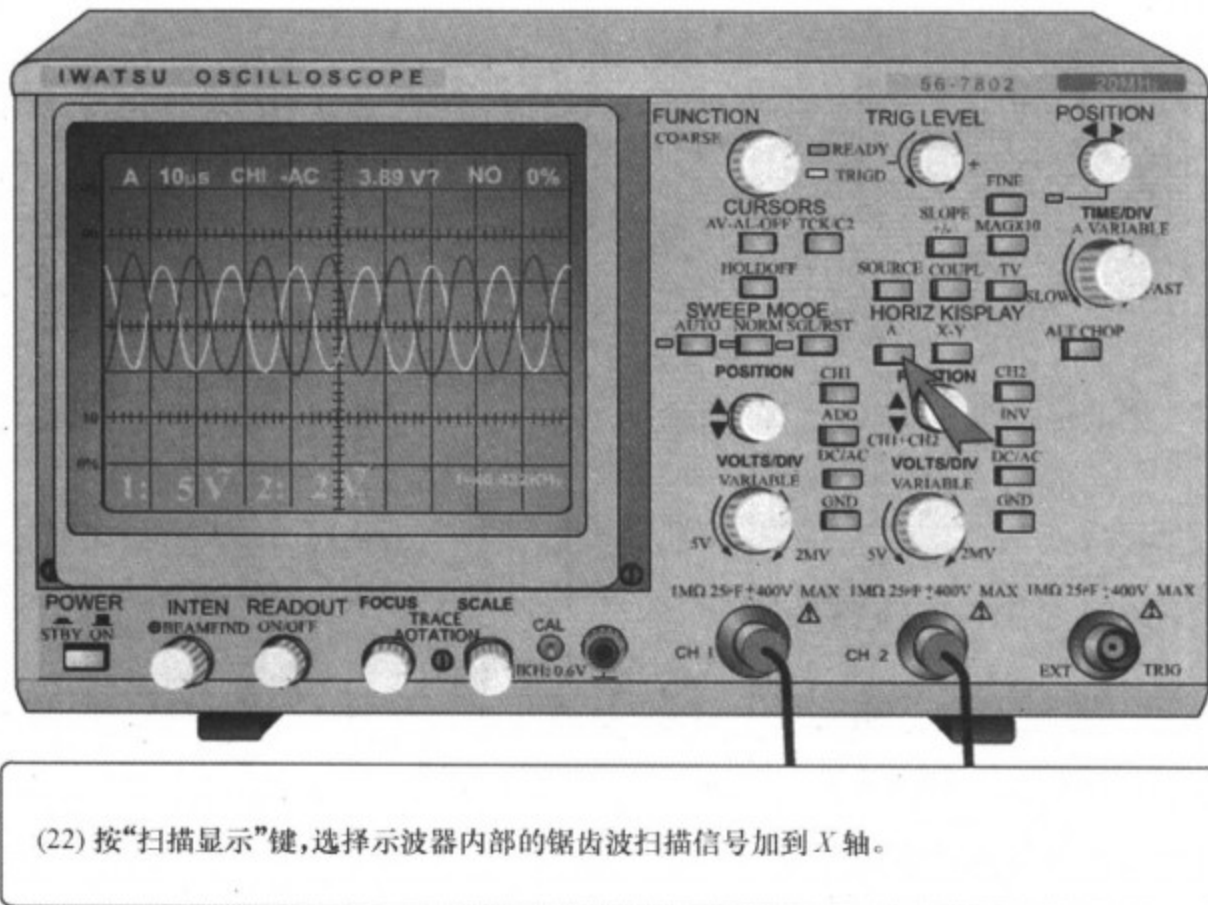

图 3-31 扫描显示
(22)按“扫描显示(A)”键,选择示波器内部的锯齿波扫描信号加到 X 轴,如图 3-31 所示。